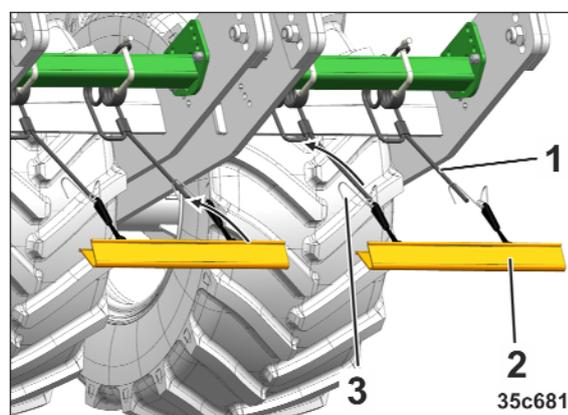

Рис. 222
1. Извлеките транспортные защитные накладки (Рис. 222/2) из отсека для хранения.
2. Установите транспортные защитные накладки (Рис. 222/2).
- Вденьте натяжные тросы (Рис. 222/3) в зубья-загортачи (Рис. 222/1).